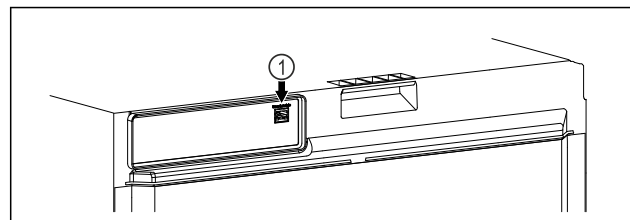

Fig. 109
- ❑ SmartModule Fig. 109 (1) è inserito.